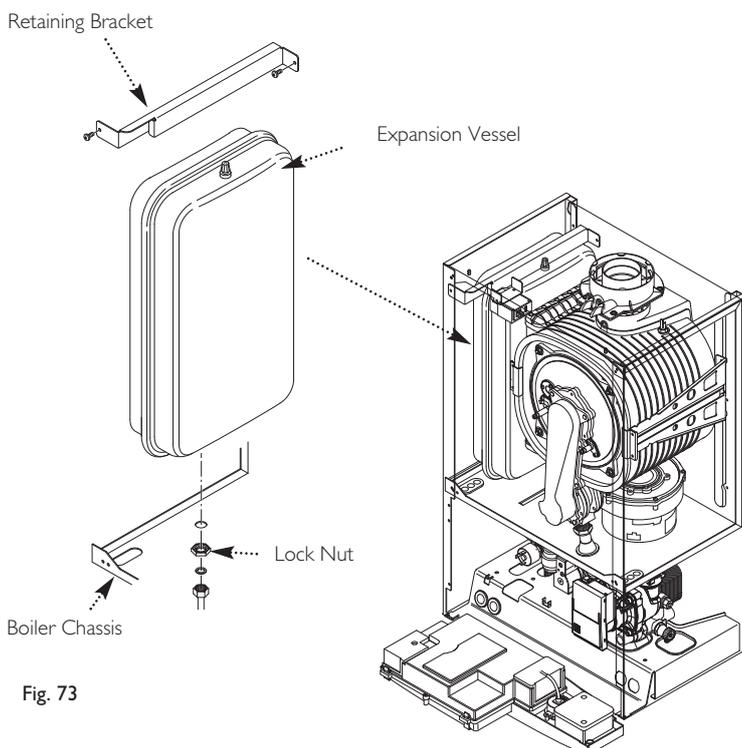

Fig. 73
13.25 Expansion Vessel (Fig. 73)